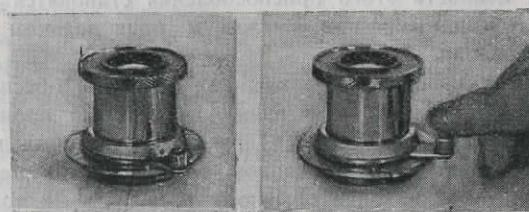

Рис. 49. Рычаг червячной оправы объектива.
**Наводка на фокус** Наводка на фокус производится с помощью дальномера путем вращения червячной оправы объектива. Для удобства вращения оправа имеет рычаг с кнопкой (рис. 49). При установке объектива на бесконечность кнопка эта поворачивается вправо (по ходу часовой стрелки). В таком положении червячная оправа запирается с помощью защелки (рис. 49, слева). Это есть исходное положение объектива, в каком он должен находиться до съемки и по окончании ее, а также при съемке с установкой на бесконечность. Наблюдая за снимаемым предметом сквозь окуляр дальномера, нажимают ука-
зательным пальцем левой руки на кнопку, освобождают ее от упора и начинают вращать оправу объектива, как показано на рис. 49, следя за совмещением контуров изображения.